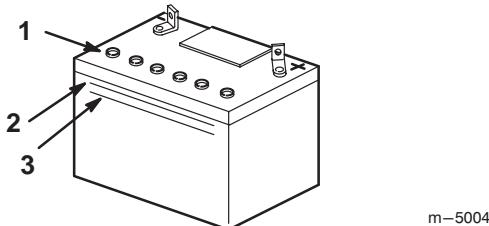

Figure 26
2. Observez le côté de la batterie. Le niveau de l'électrolyte doit atteindre le trait supérieur (Fig. 26). Ne laissez pas l'électrolyte descendre en dessous du trait inférieur (Fig. 26).
3. Enlevez les bouchons d'aération de la batterie (Fig. 26).
4. Versez de l'eau distillée avec précaution dans chaque élément jusqu'au trait supérieur (Fig. 26) sur le côté de la batterie.
5. Attendez cinq à dix minutes après avoir rempli les éléments. Ajoutez de l'eau distillée au besoin, pour amener le niveau au trait supérieur (Fig. 26) sur le côté de la batterie.